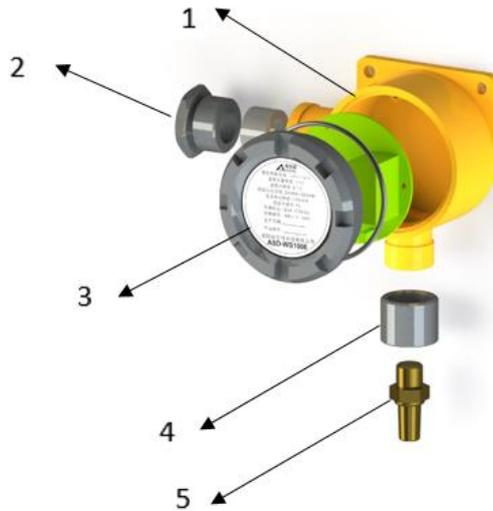

图 2
| 2、 | ASD-WS1000 结构 (图 2): | 3 |
2、 ASD-WS1000 结构 (图 2):